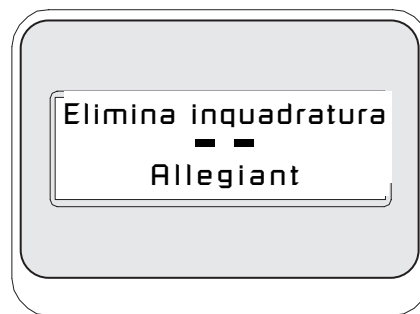

Fig. B-6
⑪ **Controllo posizioni preset:** Questo comando è specifico per le telecamere G3 AutoDome. Premendo questo tasto si visualizza un display telecamera su schermo.
⑫ **Elimina posizione da tour:** Premendo il tasto **Cancella posizione**, il display di stato cambia nel modo illustrato in **Figura B-6**.
⑬ **Non usato**
⑭ **Aux Off:** Premere questo tasto softkey per inserire il numero di una funzione ausiliaria. Il display softkey visualizza un breve messaggio e il display di stato visualizza una casella per l'inserimento del numero. Vedere la sezione sul comando dell'unità specifica per le istruzioni su come accedere al menu delle **funzioni telecamera**.